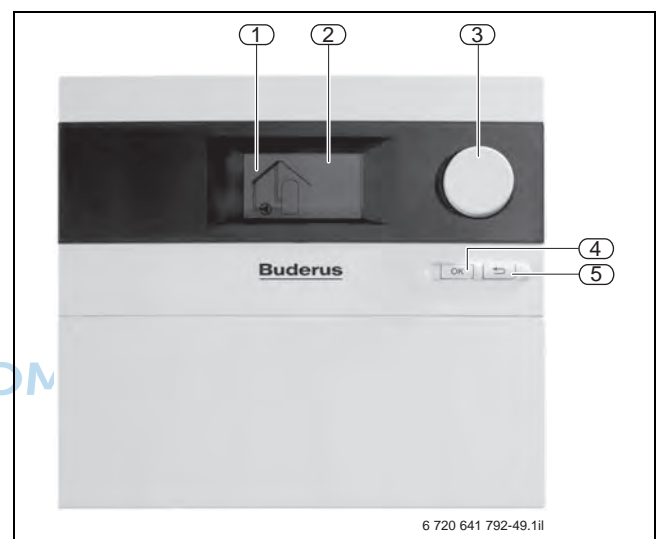

Bild 75 Logamatic SC20/2
- Beleuchtetes LCD-Segmentdisplay mit animiertem Anlagenpiktogramm. Mit dem Drehschalter (→ Bild 75, [3]) können im Automatikbetrieb verschiedene Solaranlagenwerte (Temperaturen, Betriebsstunden, Pumpenstatus) aufgerufen werden. Die Temperaturwerte werden dabei über Positionsnummern im Piktogramm zugeordnet.